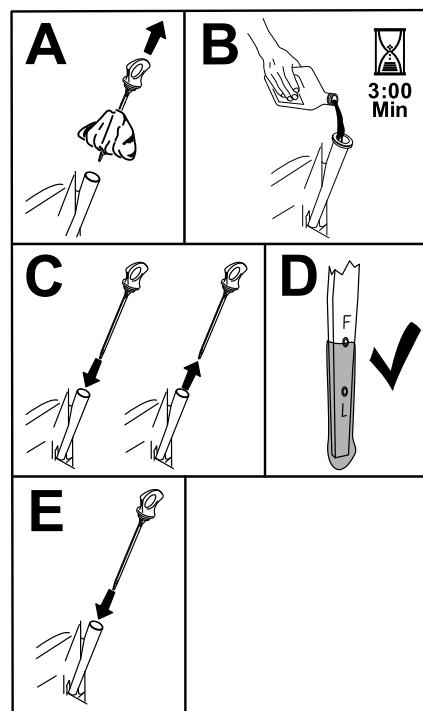

Figura 37
- Vierta lentamente un 80 % aproximadamente del aceite especificado por el tubo de llenado, luego añada lentamente el resto del aceite hasta que llegue a la marca de Lleno (Figura 37).